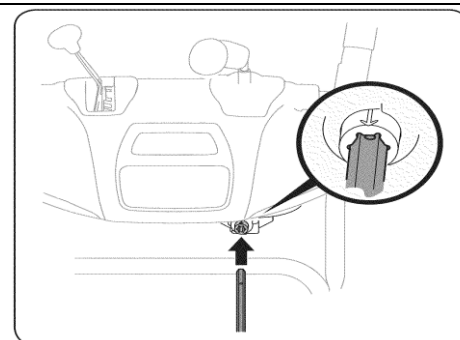

Рис. 7
7. Убедитесь в том, что все тросики расположены с левой стороны от тяги управления желобом. Совместите отверстие тягу со стрелкой на входном вале и установите конец тяги АО входной вал, расположенного под панелью управления джойстика. См. Рис. 7.